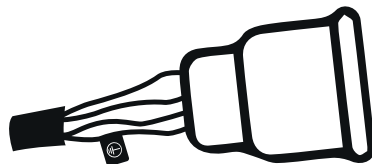

Рисунок 3 : Подсоединение Электрической Вилки
- В связи с тем, что на заводах, стройплощадках и в цехах могут быть установлены различные виды розеток для подсоединения к сетевому электроснабжению, сетевой кабель поставляется без вилки. Установка вилки на сетевой кабель должна выполняться квалифицированным электриком в зависимости от имеющейся розетки сетевого электроснабжения (Рисунок 3). Убедитесь, что имеется кабель заземления желтого/зеленого цвета.